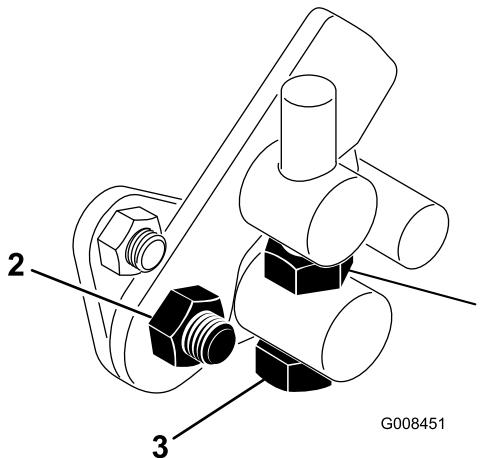

图41
4. 上紧枢轴螺栓上的锁紧螺母和踏板枢轴上的螺母锁定调整图41。检查调整情况并按需要调整。